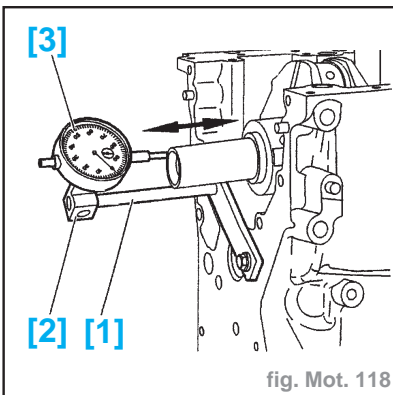

fig. Mot. 118
- Mettre en place (fig. Mot. 118) :